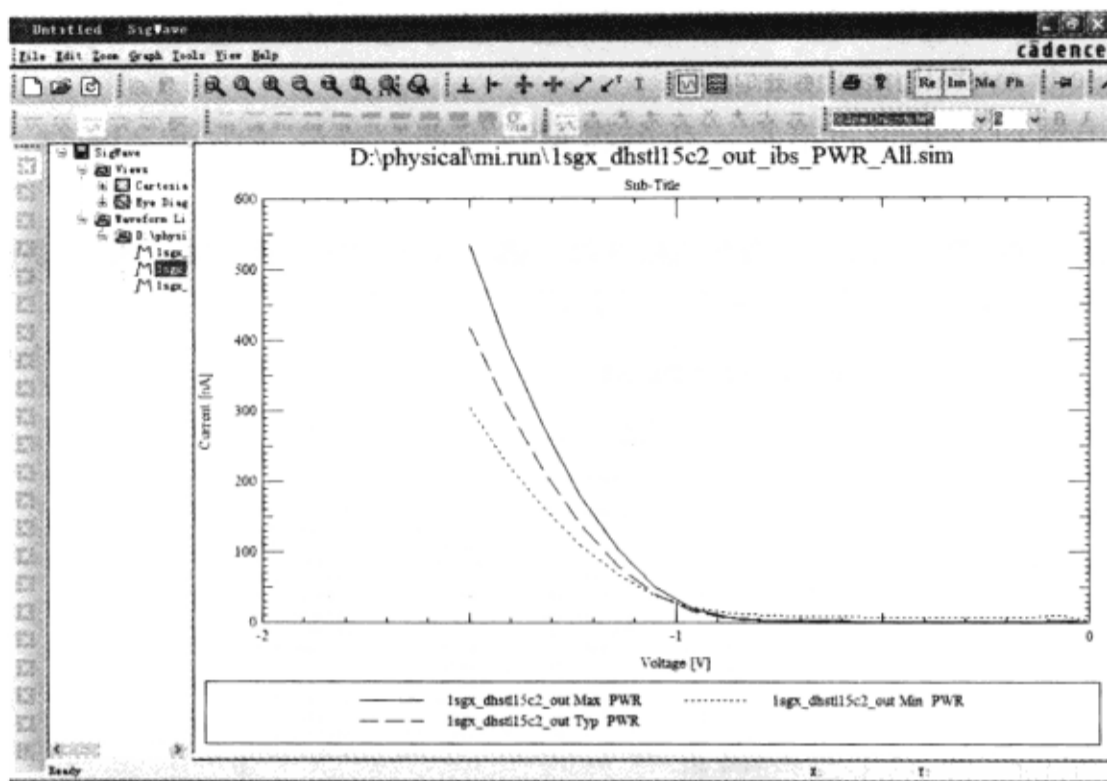

图 2-4-21 Power clamp 曲线
(5) 单击“Find Next”按钮 → 在编辑窗口中 IOCell 模型 lsgx\_dhstl15c2\_out 的 Power\_Clamp 高亮显示 → 单击“Cancel”按钮，关闭“Replace”窗口。
(6) 查看 VI Curve 数据的电流值，在“Max”栏的电流值应该比“Min”和“Typ”栏的大，但发现在-3.10~-1.85V 之间的数据在错误的栏里。
(7) 在“Physical View”栏选择 IBIS IOCell 模型 `lsgx_dhstl15c2_out` → 单击鼠标右键 → 选择“View Curve” → “Power\_clamp” → “All”，弹出“SigWave”窗口，显示最小 (Min)、最大 (Max)、典型 (Typ) 3 条曲线，发现 Max 不总是比 Min 和 Typ 大，而 Typ 不总是比 Min 大，这就是 `dmlcheck` 产生警告的原因，如图 2-4-21 所示。